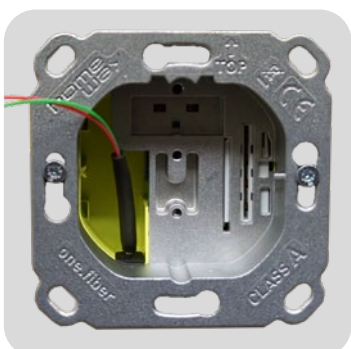

Abb. 12: Dose in die Wand montieren
- ▶ Abb. 12: Anschließend die Dose wieder in die Wand montieren, den Schalterraahmen auf die Basisdose setzen.